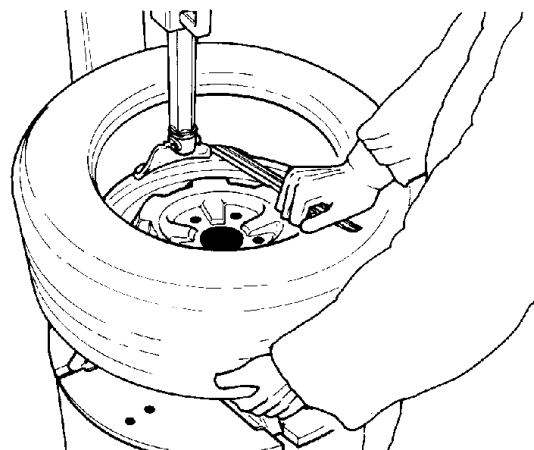

Fig.17
**H.** Desmontar el segundo talón efectuando las mismas operaciones. Esta vez, suba el talón contrario con el cabezal de montaje y desmontaje para mantenerlo centrada (Fig. 17).